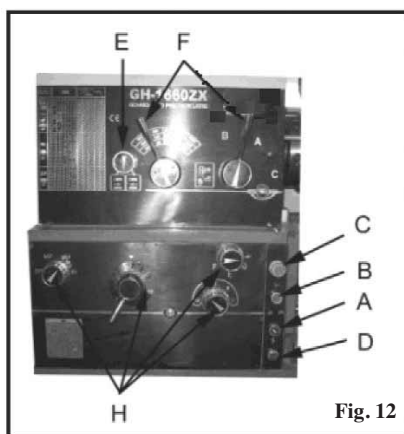

Fig. 12
Till-/frånkoppling av kylning: (A, fig. 12) Startar och stänger av kylpumpen.
Lampa för strömtillförsel: (D, fig. 12) Lyser när svarven är på.
(C, fig. 12) Stänger av alla funktioner på maskinen. (Observera: Svarven får dock fortfarande ström). Vrid medurs för att återställa.
Startknapp: (B, fig. 12) Tryck in och släpp den igen för att starta spindeln.
2. Spindeldockans växelspakar: (F, Fig. 12) Placerade upptill på spindeldockans framsida. Flytta spakarna åt vänster, eller höger, för att ställa in önskad spindelhastighet.
3. Riktningsspak ledarskruv/matarspindel: (E, fig. 12) Sitter på spindeldockans framsida, nere till vänster. Matarriktningen ändras med vredet. (Observera: Ändra inte vredets inställning när maskinen går.)
4. Matarväljarspåk: (H, fig. 12) Sitter på spindeldockans framsida. Används för att öka gängskärnings- och matarhastigheten.